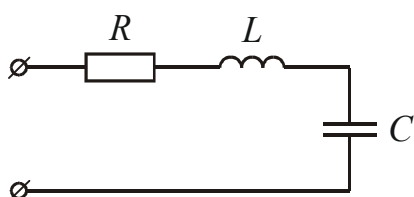

Рис. 1.1
4. На примере цепи, схема которой изображена на рис. 1.1, полезно понять и уметь объяснить решение двух задач.
- б. На частоте ω сопротивления элементов те же, что и в цепи на рис. 1.1. Тогда полное сопротивление цепи будет